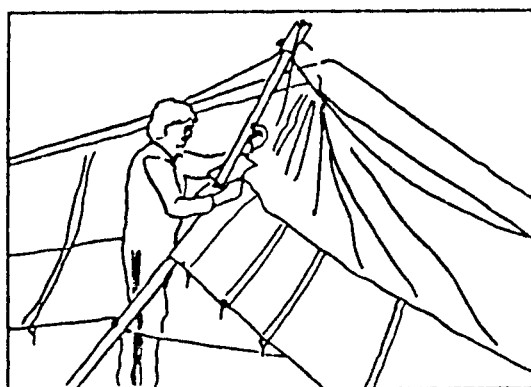

Figure 10
- 6) NIMM DIE SCHUTZTASCHEN AN BEIDEN ENDEN DES TURMES AB UND SETZE DEN TURM AUF DEN VORGEGEHEHENEN SCHLITZ AUF UND KONTROLLIERE DEN KORREKTEN SITZ DES TURMES IM SCHLITZ (FIGURE 10+11).